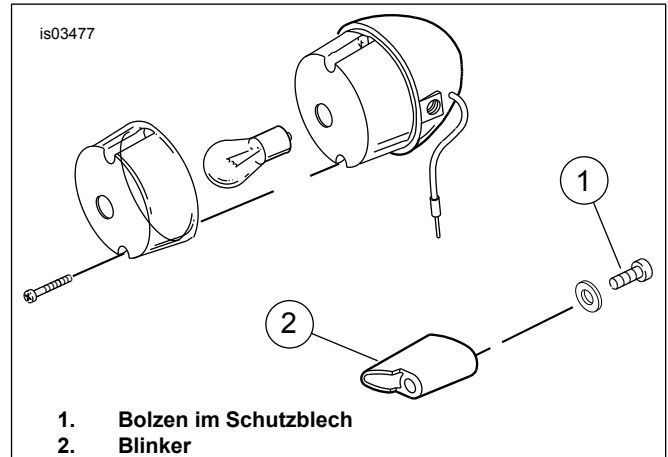

Abbildung 3. Dyna Hinterer Blinker (Typische „Airfoil“ Halterung)
2. Siehe Abbildung 3. Bestehende Blinkerhalterung durch entfernen des Bolzen und der Unterlegscheibe (wenn vorhanden) im inneren des Hinterradschutzbleches abnehmen, dann das Blinkergehäuse von der Halterung nehmen. Befestigungsteile zum Wiedereinbau aufheben. Halterung entsorgen.